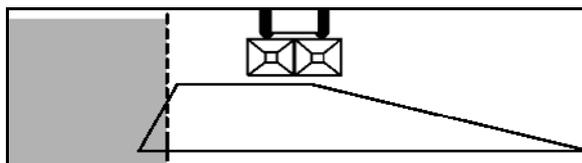

Fig. 72
2. Épandage dans les creux conformément au Décret concernant l'emploi des fertilisants (Fig. 72) :